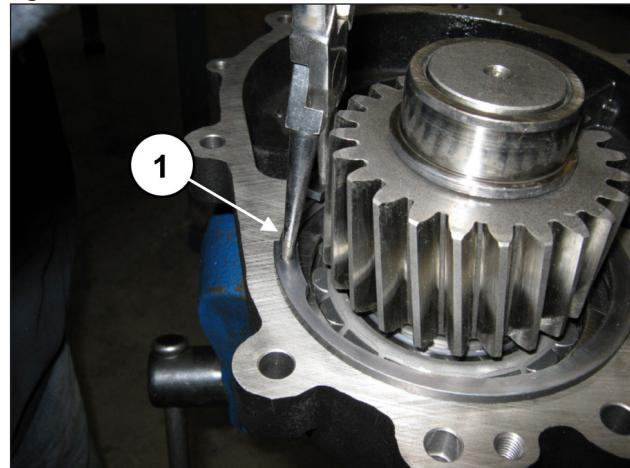

Fig. 88
Introducir en el alojamiento la anilla seeger Ø120 (pos. ①, Fig. 88).